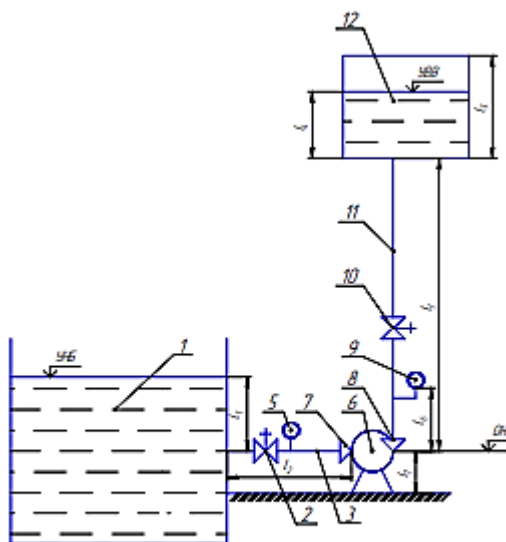

Рис. 1 Схема насосной установки
4. Определить напор, создаваемый насосом (рис. 1), если показание прибора 5 ($1,5 \text{ кгс/см}^2$), а прибора 9 ($8,8 \text{ атм}$). Насос работает с производительностью 1200 м³/час. Диаметр всасывающего трубопровода 600 мм, напорного 500 мм. Расстояние между точками замеров давления (0,5 м).
6. Определить требуемый напор насоса (рис. 1) при следующих данных: $\ell_1 = 17$ м, $\ell_2 = 20$ м, $\ell_3 = 50$ м, $\ell_4 = 3$ м, $\ell_5 = 4$ м, $\ell_6 = 0,3$ м, $\ell_7 = 0,5$ м. (не все данные нужны для расчета); производительность насоса 10 л/с; диаметр всасывающего трубопровода 0,1 м, диаметр напорного трубопровода 0,08 м. При определении значения местных сопротивлений и гидравлических сопротивлений по длине руководствоваться схемой на рисунке 1.